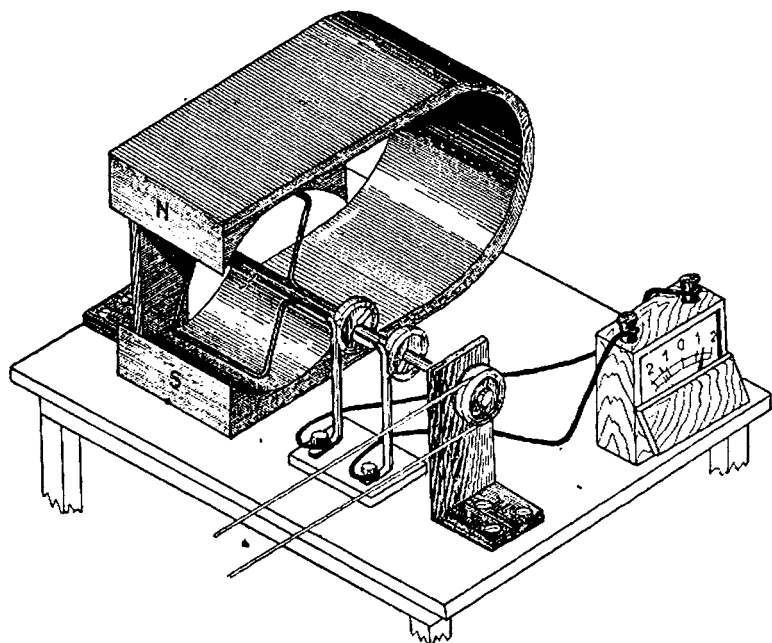

Fig. 126. — Într-o spirală se produce curent alternativ
**75. Decalajul curentului.** Cu ajutorul mașinii arătate în fig. 126, obținem o tensiune alternativă între cele două lame și un curent alternativ în circuitul care le unește.